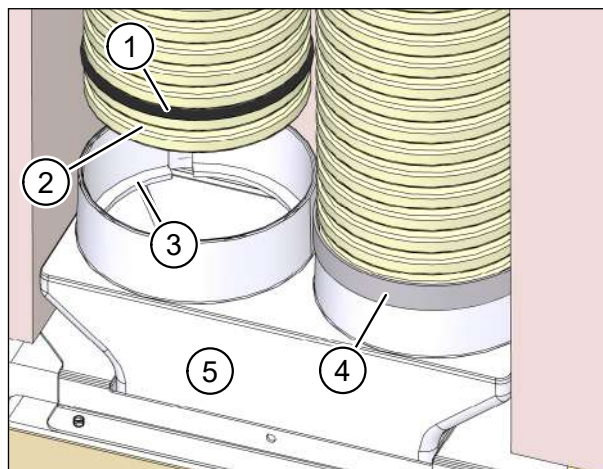

Fig. 58: Fissaggio dell'allacciamento del tubo flessibile con nastro sigillante
- ▶ Inserire gli anelli di guarnizione (pos. 1 nella Fig. 58) nella seconda scanalatura del tubo flessibile. Gli anelli sono disponibili come accessori del modello M-WRG-FR-DR75 (n° art. 200023).
- ▶ Inserire i tubi flessibili nelle aperture dell'allacciamento per tubo flessibile. Assicurarsi che la prima scanalatura sul tubo flessibile (pos. 2 nella Fig. 58) scatti nell'anello a scatto (pos. 3 nella Fig. 58) dell'allacciamento per tubo flessibile.
- ▶ Si consiglia di guarnire il punto di giunzione con uno strato di nastro sigillante dalla larghezza di 30 mm (pos. 4 nella Fig. 58).
- ▶ Inserire l'allacciamento per tubo flessibile (pos. 5 nella Fig. 58) nell'apertura della cassetta a muro.